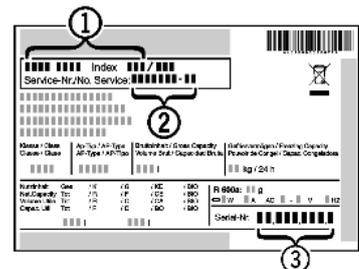

Fig. 24
- ▶ Relever la désignation de l'appareil *Fig. 24 (1)*, le n° de service *Fig. 24 (2)* et le n° de série *Fig. 24 (3)* sur la plaquette signalétique. Cette plaquette se trouve sur la paroi intérieure gauche de l'appareil.
- ▶ Informer le S.A.V. et lui communiquer la panne, la désignation de l'appareil *Fig. 24 (1)*, le n° de service *Fig. 24 (2)* et le n° de série *Fig. 24 (3)* ;